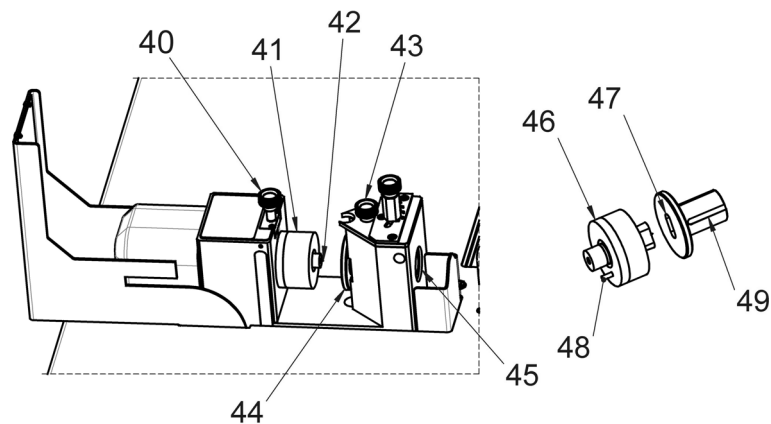

Bild 7: Hålstansa strömskenor
Koppar- eller aluminiumskenor hålstansas med hjälp av en stans (bild 7, 41) och tillhörande matris (bild 7, 44). Långhålsstansen och -matriserna har extra stift (bild 7, 48) eller spår (bild 7, 49) som underlättar positionering med rätt vinkel.
- Sätt i hålmatisen (bild 7, 44) i maskinstommen och fixera med låsskruven (bild 7, 43). När en långhålmatis används ska det passande spåret (bild 7, 49) peka uppåt.
- Sätt i stansen med neoprenavstrykare (bild 7, 41) i verktygsfästet i lastkolven och fixera med låsskruven (bild 7, 40). För långhålsstansen (bild 7, 46) måste
man säkerställa att positioneringsstiftet (bild 7, 48) sitter korrekt i det passande hålet i lastkolven och att långhålets riktning stämmer överens med matrisen.
- Sätt stansens centreringsspets (bild 7, 42) direkt vid kornarpunkten Därigenom kan ett exakt hålmönster stansas.